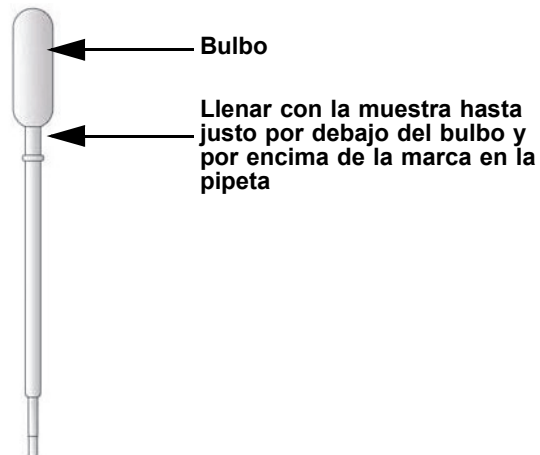
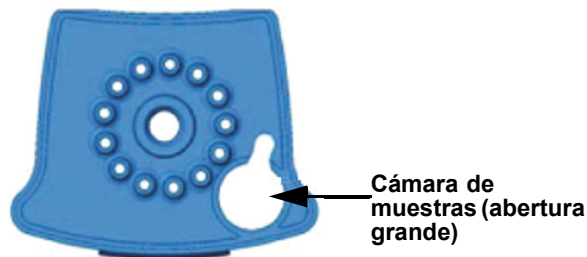

Figura 1. Pipeta de transferencia del ensayo HCV VL
Figura 2. Cartucho del ensayo HCV VL (vista superior)
- **Opción 1:** si utiliza la pipeta de transferencia incluida en el kit (figura 1), llénela hasta justo por debajo del bulbo, pero por encima de la línea, para transferir al menos 1 ml de plasma o suero del tubo de recogida a la cámara de la muestra del cartucho de la prueba (figura 2). **!NO vierta la muestra en la cámara!**
- **Opción 2:** si utiliza una pipeta automática, transfiera al menos 1 ml de plasma o suero a la cámara de la muestra del cartucho de la prueba (figura 2). **!NO vierta la muestra en la cámara!**